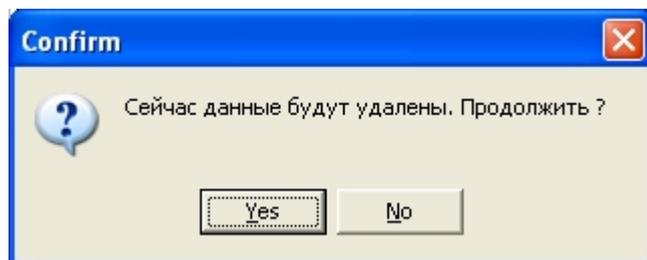

Рис.57
- **«Удалить запись»** - Вам надо удалить, существующую запись. Аналогично режиму «Изменить», Вы должны найти запись предназначенную для удаления. После того, как вы нашли запись (Рис.53) и маркер, находящийся в таблице слева виде треугольника, будет стоять против нужной Вам записи, нажмите одну из кнопок «Удалить». Программа, для дополнительного контроля, выводит сообщение (см. Рис.57) о подтверждение операции удалении записи, при нажатии кнопки «Yes» - данные удаляются.